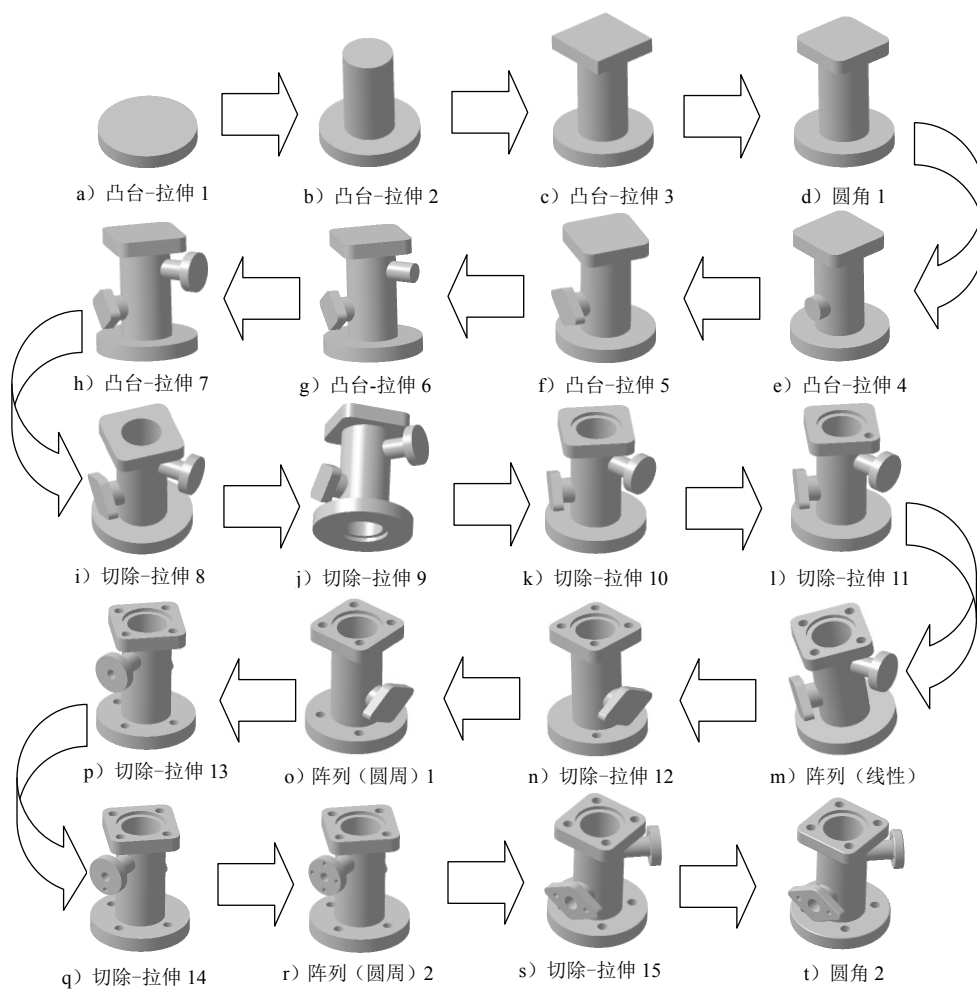

图 5.39.27 支架模型创建步骤
2. 根据图 5.39.27 所示的步骤创建三维模型, 将零件命名为 multiple\_connecting\_base